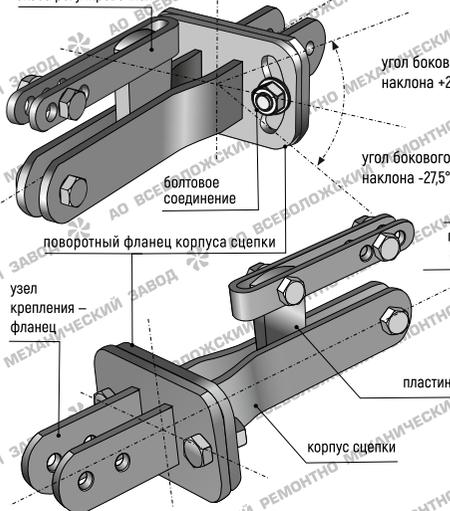

Рисунок 3. МК10.3Р200С (ступенчатая регулировка скобой)
- (только для сцепок моделей МК10.3P200, МК10.3P250, МК10.3P300, см. рисунок 3, 4) при необходимости (для компенсации бокового наклона агрегата при работе с плугом), установите нужный угол бокового наклона стойки навесного орудия поворотом на требуемый угол относительно продольной оси сцепки корпуса сцепки с установленным навесным орудием, предварительно ослабив болтовые соединения на фланце корпуса сцепки;